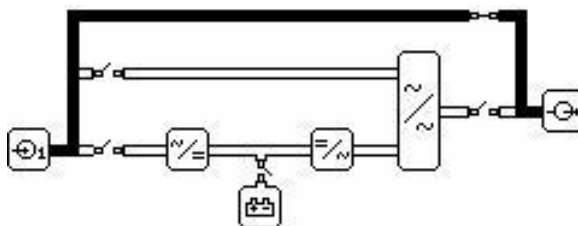

Figure 18 Schéma synoptique du fonctionnement en bypass manuel
- Accompagné de l'alarme sonore, l'avertissement Maintenance Switch On (Activer maintenance) apparaît tant dans la fenêtre d'information alarme que dans le menu principal Warnings (Avertissements). Le message « Service » apparaît dans le menu Output (Sortie) du menu principal UPS Status (État onduleur). La figure 18 illustre le schéma synoptique.